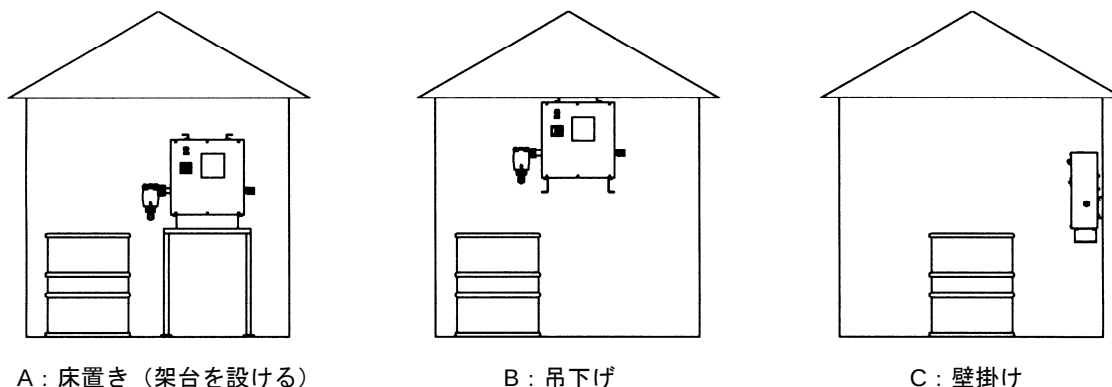
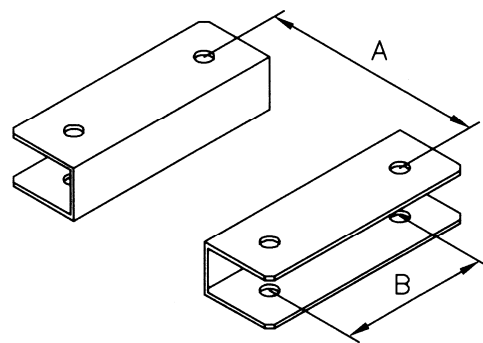

Fig. 1
Fig. 2
- 1) Fig. 1 の A～C を参考に本製品を設置する適切な場所を検討してスペースを確保してください。
- 2) 本製品の取付位置（平らな場所）にアンカーボルト（M8）を打ち込んでください。アンカーボルトの下穴はφ8.5のドリルを使用し、穴ピッチはFig. 1 及び Fig. 2 を参照してください。